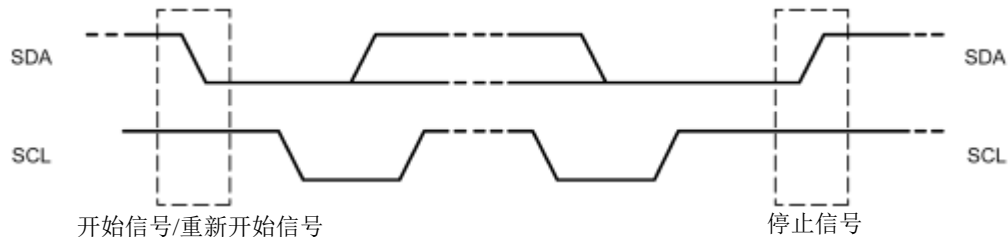

Figure 15-4 开始、重新开始、停止信号
**开始信号 (START):** 如 Figure 15-4 所示，当 SCL 为高电平时，SDA 由高电平向低电平跳变，产生开始信号。当总线空闲的时候，例如，没有主动设备在使用总线 (SDA 和 SCL 都处于高电平)，主机通过发送开始 (START) 信号建立通信。
**停止信号 (STOP):** 如 Figure15-4 所示，当 SCL 为高电平时，SDA 由低电平向高电平跳变，产生停止信号。主机通过发送停止信号，结束数据通信。